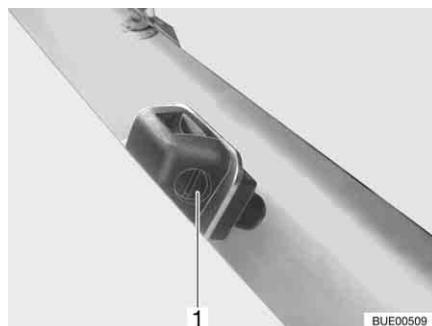

Bild 42 Scheibenwaschdüse
- Mit einem geeigneten Schraubendreher an der Stellschraube (Bild 42,1) drehen, bis die gewünschte Stellung erreicht ist.